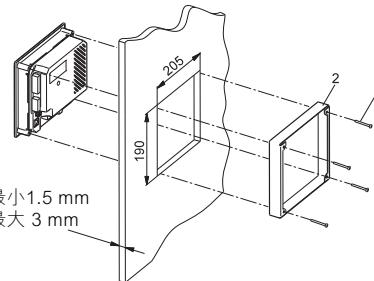
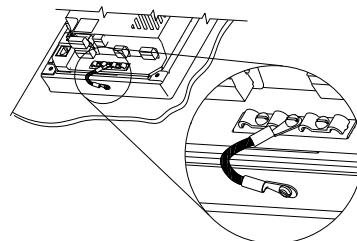

图 7 控制柜前面板（标准型）
图 8 地线连接
连接CU 3X2上的地线端子（电缆夹之间）和安装架（位置号：2，图7）。见图8。
- 确保CU 3X2和安装架之间保持良好的地线连接。见图8。